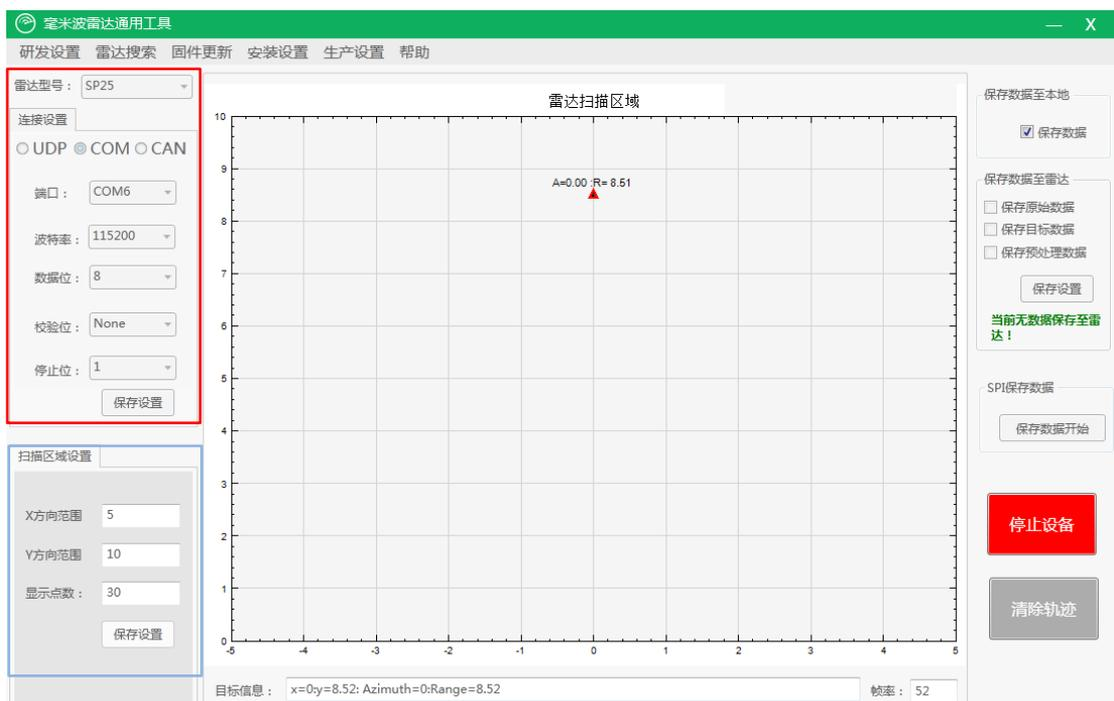

图 7 雷达毫米波通用工具界面演示
4) USB 串口适配器连接 PC 机，打开上位机软件，首先配置参数如图 7，红色部分为 SP25 测试配置参数，蓝色部分为根据测试距离调整的坐标范围。随后点击右侧连接设备按钮。
5) 开始测试。SP25 雷达天线面正对运动目标，或者传感器与目标存在相对微小运动，可查看 UI 界面会出现目标指示的红色三角，并显示目标距离 R。图 7 中，目标与雷达的径向距离为 8.51 米，同时传感器上的 D4 灯会持续闪烁。如果没有出现红色三角指示，说明在可探测距离与视野内没有目标出现，D4 指示灯熄灭。